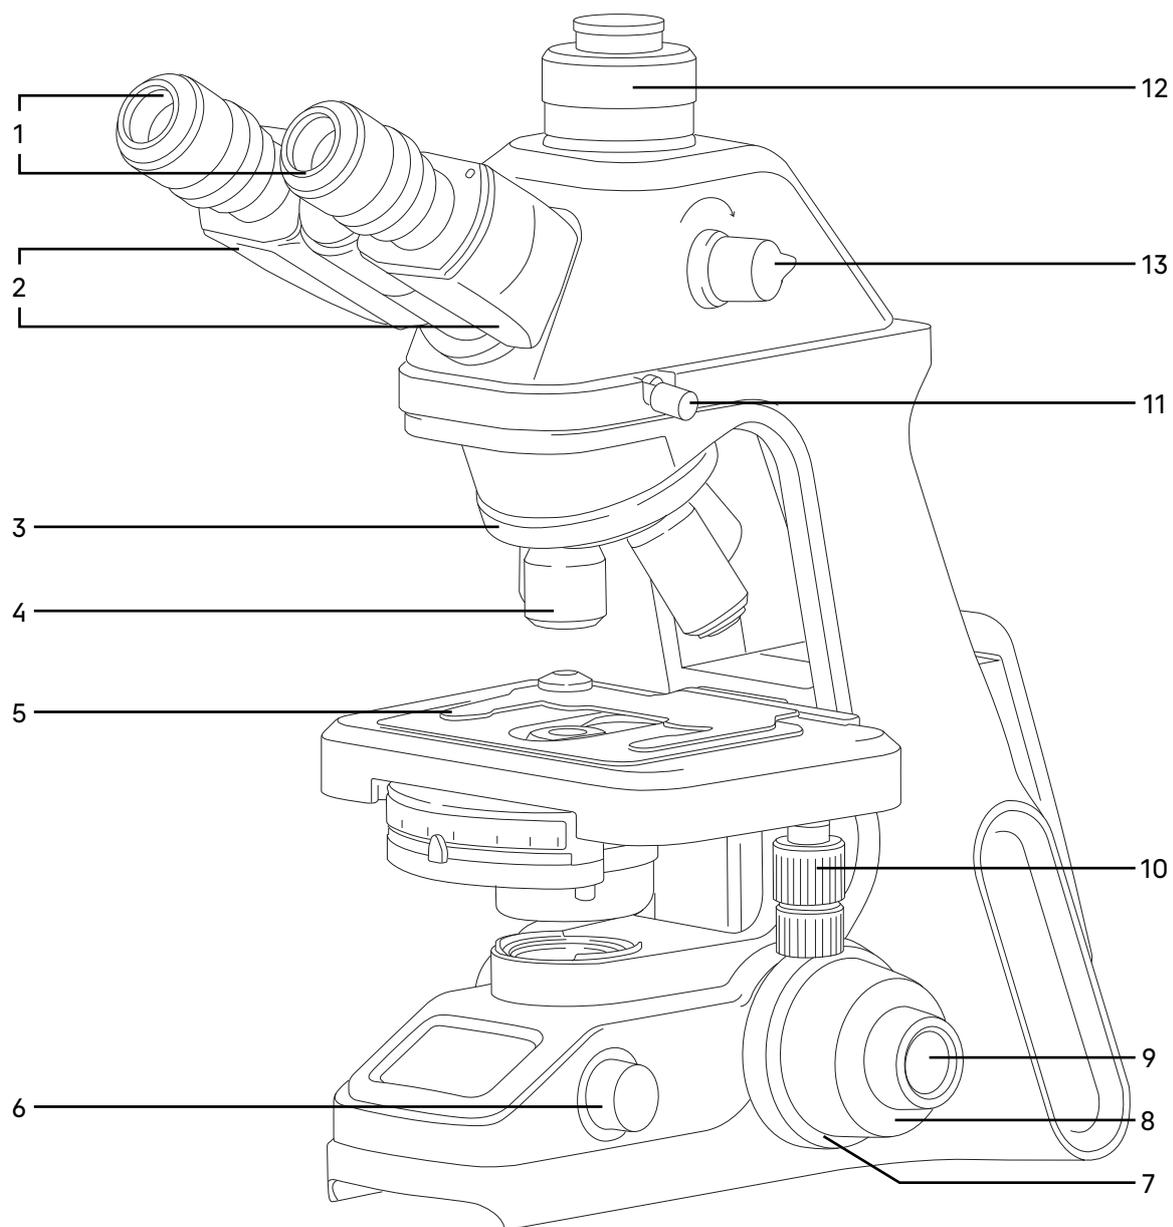
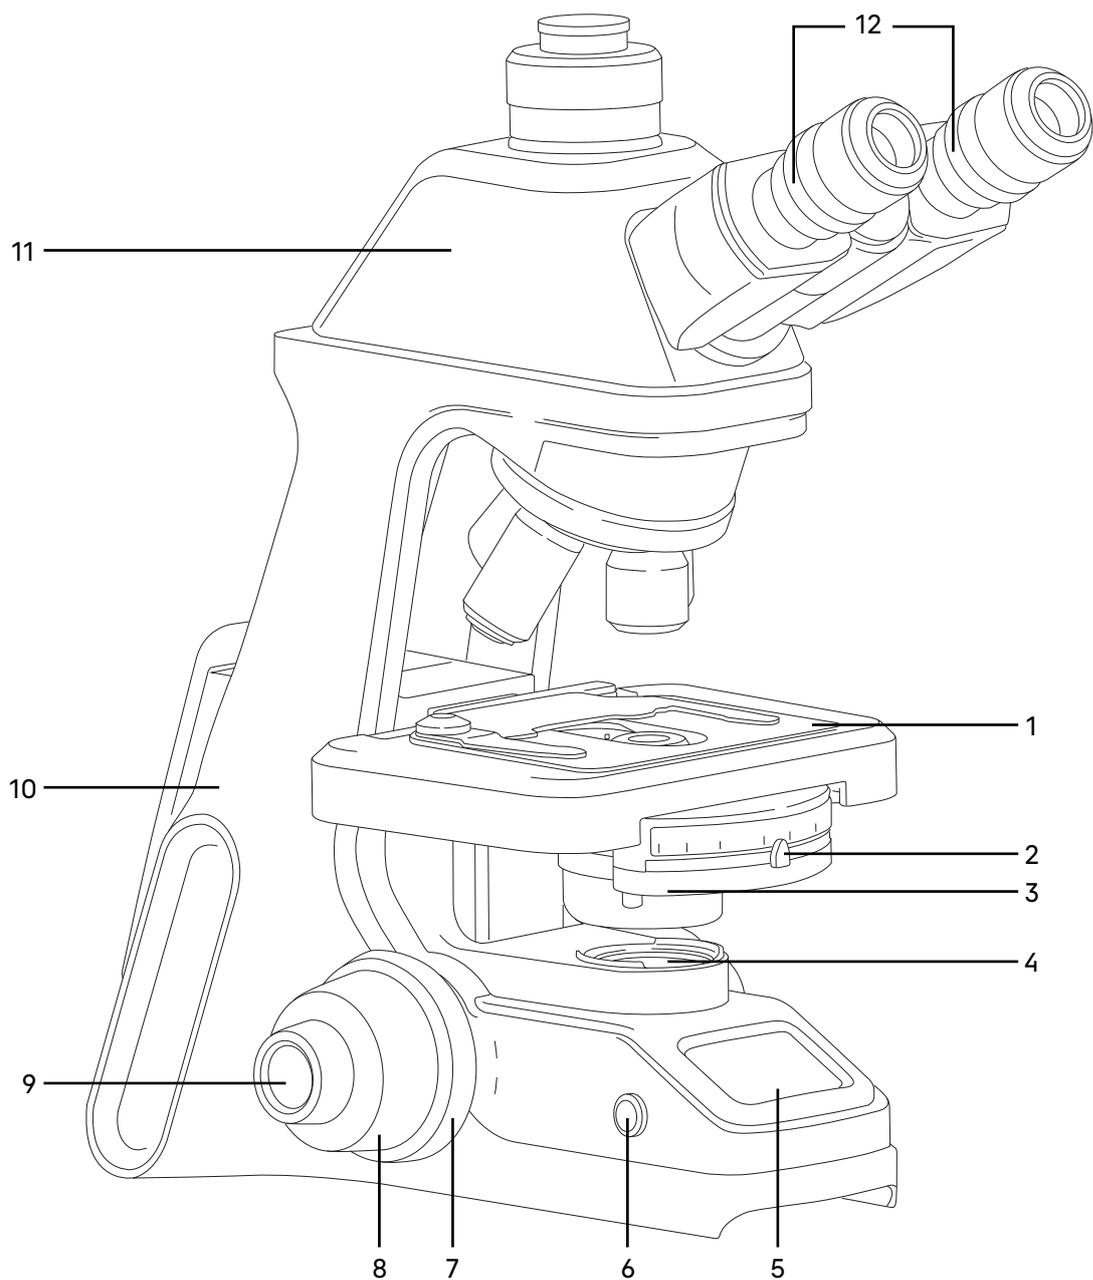
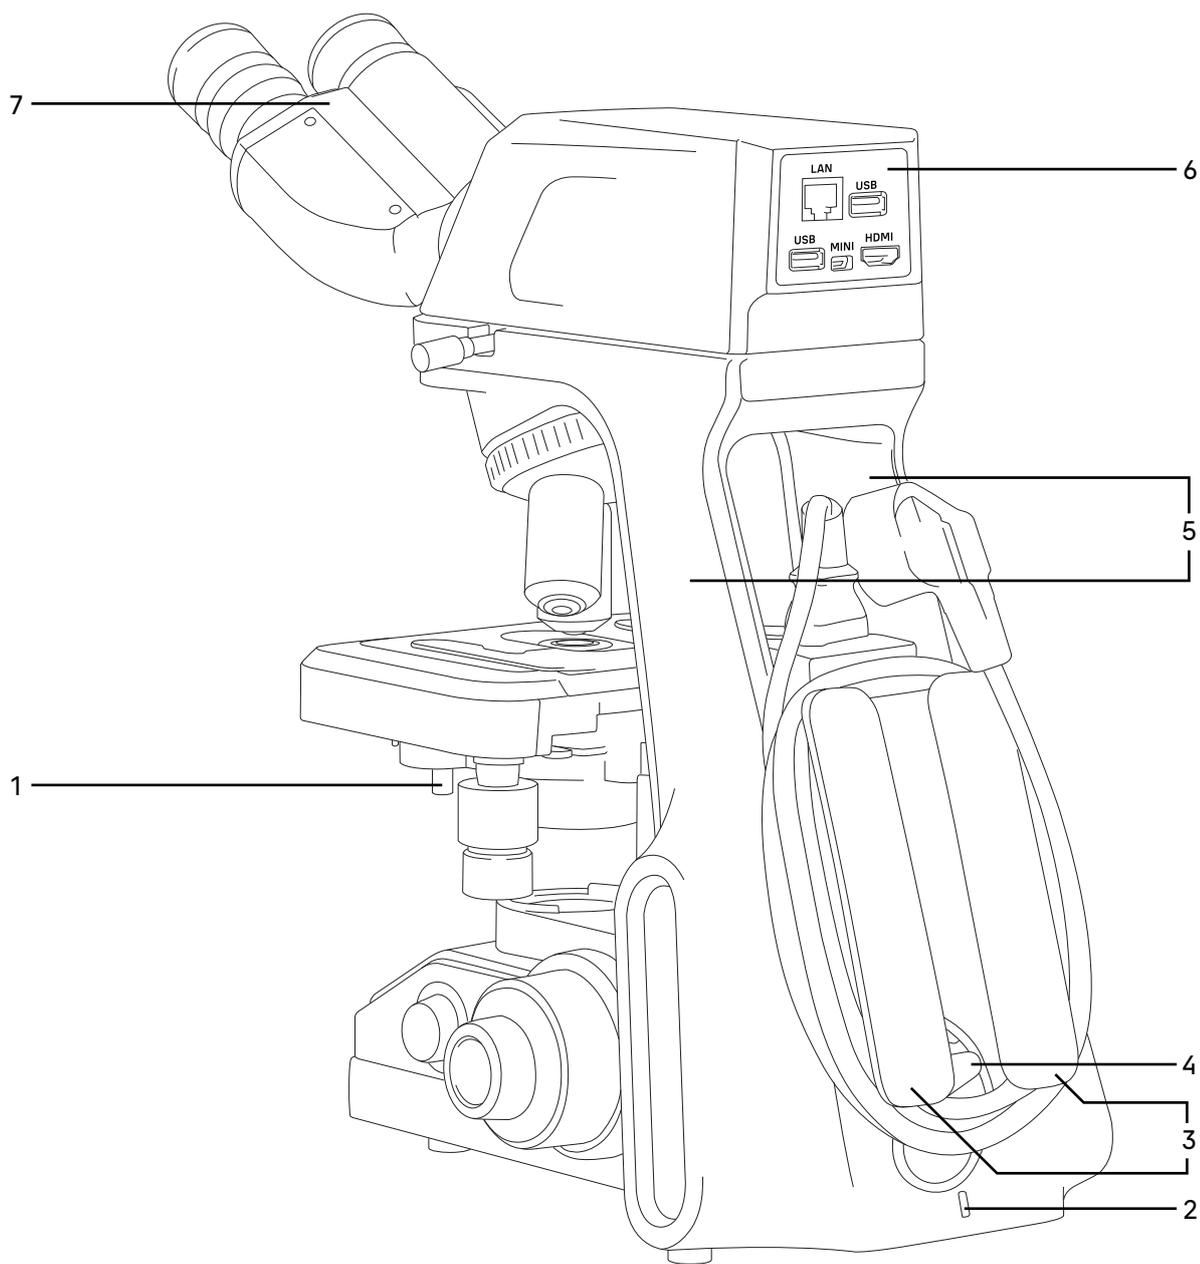

Рис. 1. Микроскоп биологический MAGUS Bio 240. Вид справа
Рис. 2. Микроскоп биологический MAGUS Bio 240. Вид слева
Рис. 3. Микроскоп биологический MAGUS Bio 240. Вид сзади
Общий вид микроскопа представлен на рис. 1, 2 и 3.
Штатив 10 (рис. 2) представляет собой цельную конструкцию с основанием. Основание имеет Y-образную устойчивую эргономичную форму.
- револьвер 3 (рис. 1) с объективами 4 (рис. 1);
- предметный столик 1 (рис. 2);
- конденсор 3 (рис. 2);
- коллектор в оправе 4 (рис. 2).
Разъем 4 (рис. 3) служит для подключения питания.
Слева на основании штатива расположена кнопка выключателя электропитания 6 (рис. 2).
Ручка 6 (рис. 1) служит для управления системой освещения.
Задняя часть штатива выполнена в форме удобных ручек 3 (рис. 3) для переноски микроскопа обеими руками.
Отверстие 2 (рис. 3) служит для установки замка против кражи.
Фокусировка на объект осуществляется перемещением по высоте предметного столика 1 (рис. 2). Грубая фокусировка производится вращением коаксиальных рукояток 8 (рис. 1, 2), которые размещены по обеим сторонам штатива.
Тонкая фокусировка производится вращением рукояток 9 (рис. 1, 2), расположенных по обеим сторонам штатива. Тонкая фокусировка требуется для точного фокусирования на объект и для подфокусировки микроскопа на резкость изображения при смене объективов и препаратов.
Механизм регулировки жесткости хода грубой фокусировки 7 (рис. 1) – кольцо между штативом и рукояткой грубой фокусировки с правой стороны. С помощью кольца регулируется жесткость хода грубой фокусировки так, чтобы жесткость была комфортной для пользователя, но при этом столик не опускался самопроизвольно во время работы.
Рукоятка блокировки грубой фокусировки 7 (рис. 2) расположена с левой стороны. После завершения грубой фокусировки рекомендуется перевести рычаг в крайнее положение в направлении по часовой стрелке. Таким образом закрепится положение грубой фокусировки для быстрой рефокусировки после смены препарата.
Визуальная насадка обеспечивает визуальное наблюдение изображения объекта. Насадка устанавливается в отверстие штатива 10 (рис. 2) и закрепляется винтом 11 (рис. 1). Насадку при установке развернуть окулярами в сторону предметного столика.
Изменение межзрачкового расстояния в насадке осуществляется разворотом окулярных тубусов 2 (рис. 1) в пределах 47–75 мм. Значение расстояния, установленного в соответствии с глазной базой наблюдателя, отсчитывается по шкале на насадке 7 (рис. 3).
Механизм диоптрийной подвижки окуляров служит для компенсации аметропии глаз наблюдателя. Находится на обоих окулярных тубусах – кольцо 12 (рис. 2).
Тринокулярная визуальная насадка: в вертикальный выход корпуса визуальной насадки 12 (рис. 1) (канал визуализации) для фиксации камеры установлен переходник C-mount. Камера служит для вывода изображения на экран компьютера или монитор/телевизор. Деление светового потока окуляры/канал визуализации (в процентном соотношении): 100/0 и 0/100.
В комплект микроскопа входят окуляры 1 (рис. 1). Окуляры имеют высокое положение выходного зрачка и предназначены для работы как в очках, так и без них.
Револьверное устройство 3 (рис. 1) обеспечивает установку четырех объективов 4 (рис. 1). Смена объективов производится вращением револьверного устройства за рифленую поверхность до фиксированного положения.
Объективы 4 (рис. 1) рассчитаны на длину тубуса «бесконечность». Парфокальная высота объективов 45 мм, линейное поле зрения в плоскости изображения 20 мм. Рассчитаны для работы с препаратами с толщиной покровного стекла 0,17 мм или без покровного стекла. Микроскоп укомплектован объективами-планахроматами с увеличением 4х, 10х, 40х, 100х. Дополнительно возможна комплектация объективами-планахроматами 20х и 60х.
Конденсор 3 (рис. 2) установлен под предметным столиком микроскопа. Конденсор устанавливается при поднятом столике и фиксируется двумя винтами 1 (рис. 3). Конденсор отрегулирован на заводе-изготовителе перед отправкой и не требует настройки пользователем.
Ирисовая апертурная диафрагма регулируется (открывается/закрывается) рукояткой 2 (рис. 2). Конденсор имеет цветную маркировку увеличения объективов. Для достижения наилучшего качества изображения рекомендуется прикрывать апертурную диафрагму конденсора приблизительно на 1/3 диаметра выходного зрачка объектива. В таком положении рукоятка регулировки диафрагмы совпадает с цифровым обозначением объектива, введенного в ход лучей, и обеспечивает изображение с хорошей контрастностью.
Двухкоординатный предметный столик 1 (рис. 2) обеспечивает перемещение объекта в двух взаимно-перпендикулярных направлениях с помощью рукояток 10 (рис. 1), расположенных на одной оси.
У столика отсутствует выдвигаемая зубчатая рейка по оси X, что повышает эргономичность работы. Механизм с ременной передачей плавно перемещает объект. Объект крепится на поверхности столика между держателем и прижимом препаратодержателя 5 (рис. 1), для чего прижим отводится в сторону. Препаратодержатель крепится к столику при помощи двух винтов. При снятом препаратодержателе объект можно перемещать рукой.
Встроенный в основание микроскопа осветитель включает коллектор в оправе 4 (рис. 2) и источник света – светодиод.
Включение осветителя осуществляется с помощью выключателя питания 6 (рис. 2) на левой панели штатива.
Питание лампы осуществляется от сети переменного тока через адаптер электропитания. Адаптер для удобства устанавливается в держатель 3 (рис. 3) сзади штатива микроскопа.